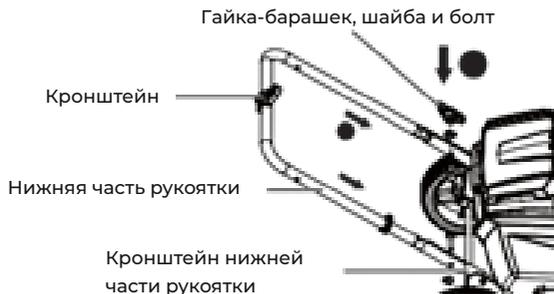

Рис. 4
1. Совместите два отверстия в нижней части рукоятки с отверстиями в кронштейне рукояток как показано на рис. 4.